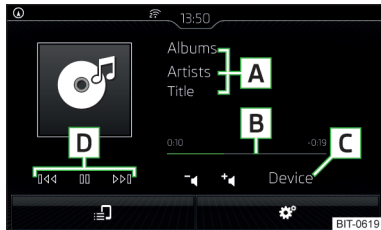
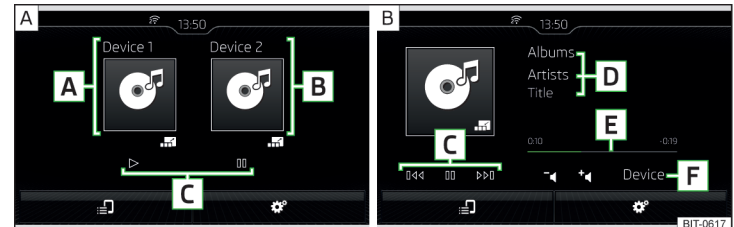

Abb. 194
Abb. 195 Hauptmenü: zwei Tablets angeschlossen / Eines der beiden angeschlossen Tablets bedienen
Hauptmenü » Abb. 194
- › Um die Bedienung des Tablets einzuleiten, die Funktionsfläche  am jeweiligen Tablet antippen » Abb. 195 - A.
- › Um zum Hauptmenü zurückzukehren, die Funktionsfläche  antippen » Abb. 195 - B.
Hauptmenü » Abb. 195
Die Bewegung innerhalb des Titels ist durch Fingerberührung der Zeitachse » Abb. 194 auf Seite 165 bzw. » Abb. 195 auf Seite 165 möglich.